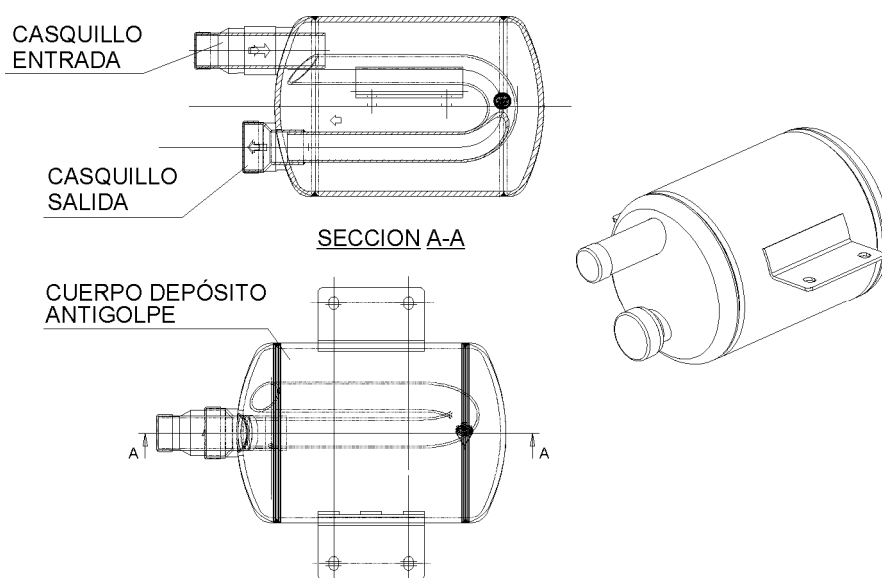

Figura A-21. Depósito antigolpe
A.3.4.1 Depósito antigolpe (Figura A-21)